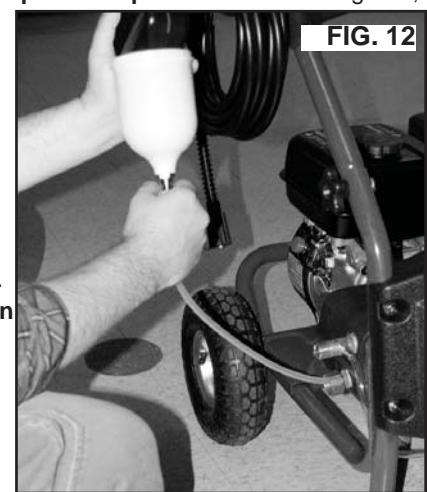

FIG. 12
4. Agregue anticongelante o líquido lavaparabrisas a la manguera, tal como se muestra. (Fig. 12)